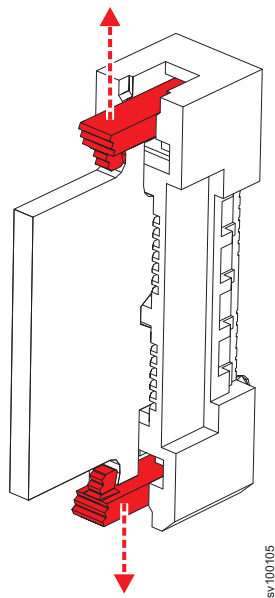

Figura 328. Removendo o TPM da placa-mãe de um nó 2145-SV1
7. Empurre os cliques de bloqueio na lateral do TPM para liberá-lo, conforme mostrado em Figura 328 na página 415.